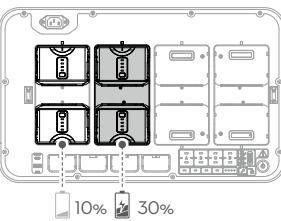

图 2
- 当存在多组配组电池时，优先为电量最高的一组进行充电。（图 2）